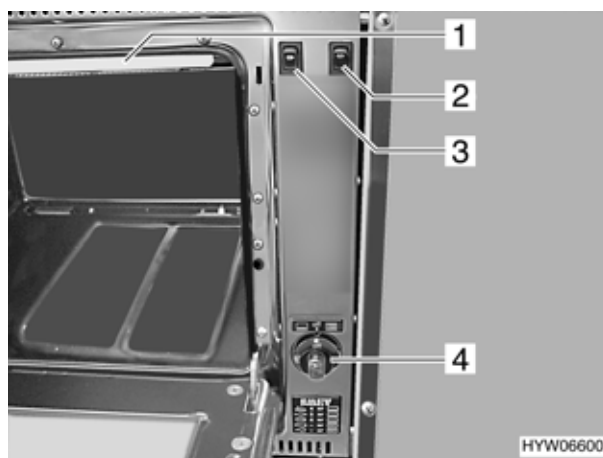

Fig. 125 Forno a gas
- Posizionare il pomello girevole (Fig. 125,4) sulla posizione forno  o girarrosto .
- Girare il pomello girevole (Fig. 125,4) in posizione "off".
- ▶ Durante l'uso del grill togliere la bandella di protezione (Fig. 125,1) e lasciare sempre lo sportello del forno aperto fino a metà corsa.
- ▶ Il motore del girarrosto può essere messo in funzione usando l'interruttore a bilico (Fig. 125,3) sia selezionando la funzione "Cottura" sia la funzione "Grill".